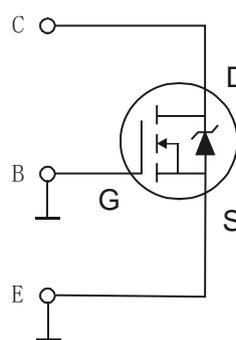
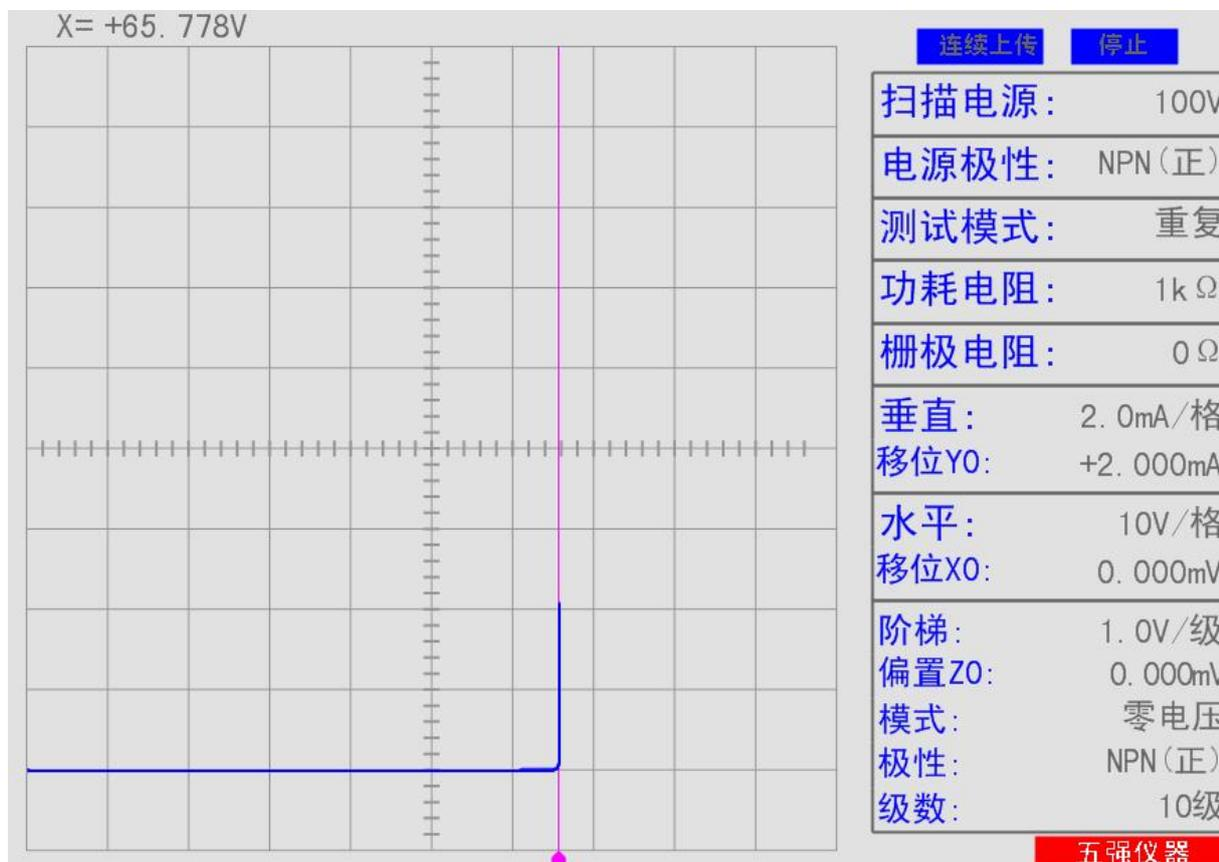

图 34
图 35: IRFP064 击穿电压值测试
6.10 N 沟道 VMOS 管 IRFP064 击穿电压 VDSS 值测试, 连接见图 34, 特性曲线见图 35